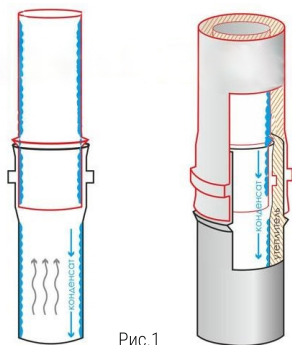

Рис. 1
- Правильным считается монтаж, при котором верхний модульный элемент вставляется в нижний. При монтаже сэндвича внутренняя труба входит внутрь предшествующей, а наружная труба надевается на предыдущую [Рис. 1].